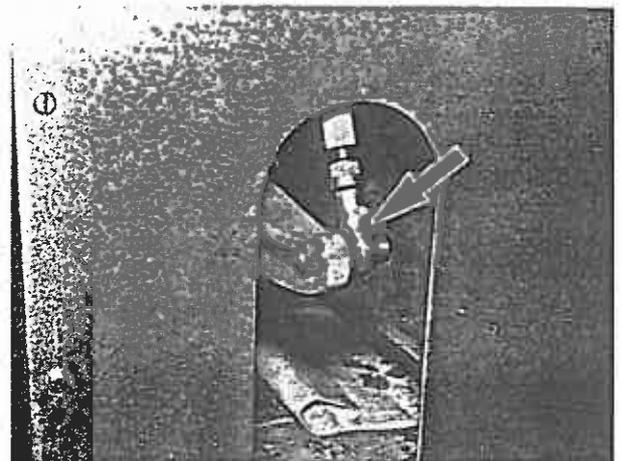

Bild 44
7. Zugstange (Bild 44/Pfeil) für den Kippteller entsprechend der Lagenzahl einstellen (siehe Abschnitt 6.5).